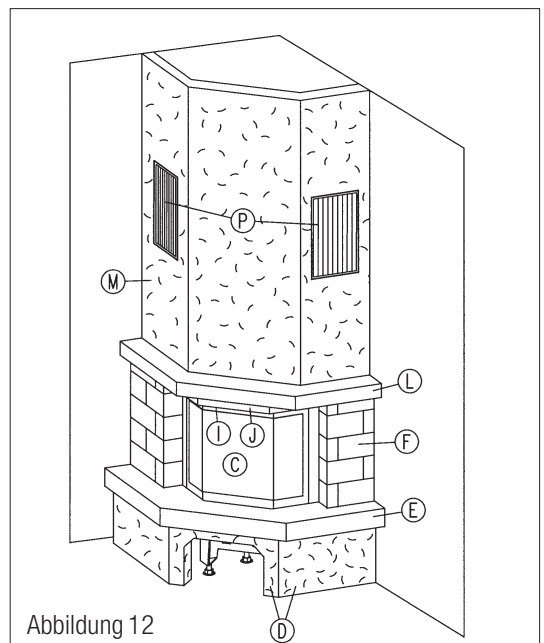

Abbildung 12
- 13.6 Stecken Sie nun die Lüftungsgitter in die Einbaurahmen. **(Abb. 12)**